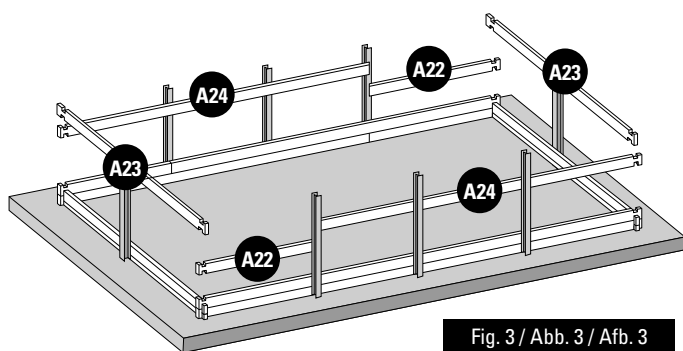

Fig. 3 / Abb. 3 / Afb. 3
- EN 3rd LAYER OF BOARDS:** Install the third layer of boards as shown in figure 3. The position of the refilling fitting with the key and the skimmer should be defined at the start of the assembly (read the specific paragraphs).
- FR 3^{ÈME} RANGÉE MADRIERS :** Positionnez les madriers de la 3^{ème} rangée conformément à la figure 3. Vous devez avoir déterminé l'emplacement de la buse de refoulement et du skimmer dès le début du montage (voir paragraphes spécifiques).
- DE 3. BRETTERREIHE:** Platzieren Sie die Bretter der dritten Reihe laut Abb. 3. Zu Beginn der Montage müssen Sie die Lage des Druckventils und des Skimmers festlegen (lesen Sie hierzu die entsprechenden Abschnitte).
- NL 3ª RIJ PLANKEN:** Plaats de planken van de derde rij zoals te zien is op afbeelding 3. U moet al bij aanvang van de montage bepalen op welke plaats het uitstroombmondstuk en de skimmer moet komen (less de betreffende paragrafen).